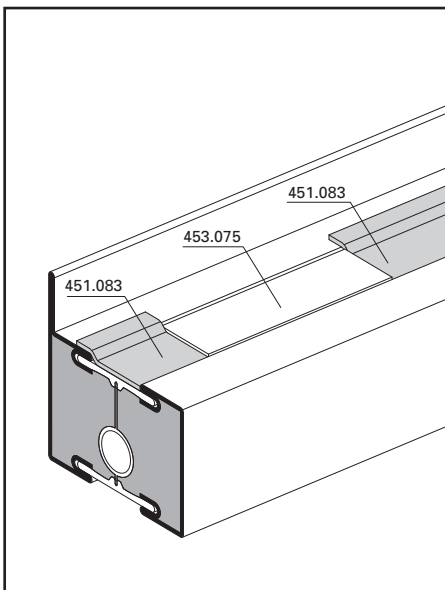

Abb. 13 / Fig. 13 / Fig. 13
- Im Bereich des Glasklotzes 453.075 muss das Brandschutzlaminat ausgespart werden (Abb. 13).
- Dans la zone de la cale de vitrage 453.075, la bande de protection incendie doit avoir une encoche (fig. 13).
- The fire-resistant laminate needs to be notched in the area of the glazing bridge 453.075 (fig. 13).